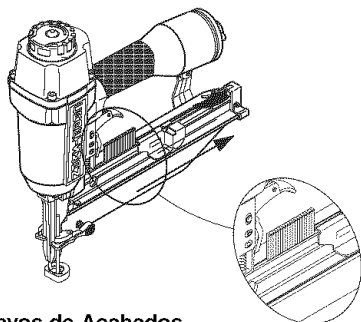

Figura 2
- Inserte los sujetadores dentro del depósito (vea la Figura 2).